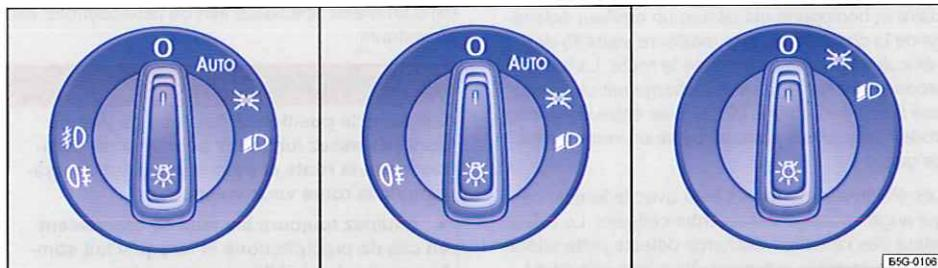

Fig. 86 À côté du volant : représentation de certaines versions de commande d'éclairage.
**Tournez la commande d'éclairage dans la position souhaitée ⇒ fig. 86 :**